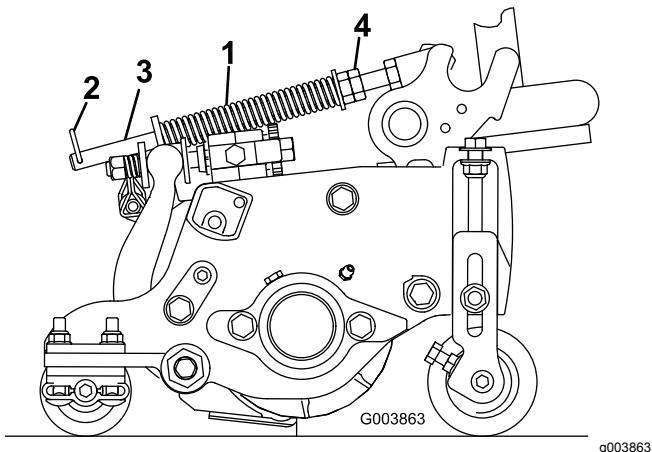

Figura 21
La molla di compensazione per il manto erboso (Figura 21) trasferisce inoltre il peso dal rullo anteriore a quello posteriore, per contribuire a ridurre l'ondeggiamento del manto erboso, detta anche fluttuazione o bobbing.
1. Verificate che la coppia sia montata nel foro posteriore dell'asta della molla (Figura 21).
2. Serrate i dadi esagonali sul lato anteriore dell'asta della molla, finché la lunghezza compressa della molla non è di 15,9 cm; fate riferimento a Figura 21.